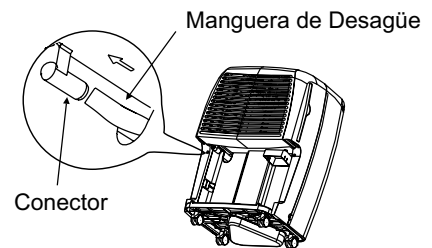

Fig.7
- Introduzca la manguera de plástico transparente del conector a través del agujero en el reverso de la unidad y presiónelo con fuerza en el conector de la parte frontal de la unidad (vea Fig. 7).